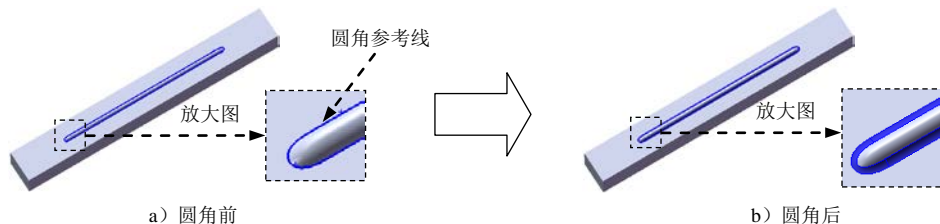
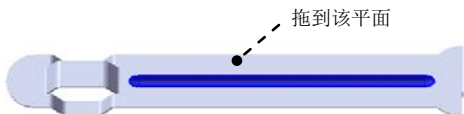

图 15.3.23 圆角 1
图 15.3.33 成形特征 3
Step7. 创建图 15.3.23 所示的圆角 1。
- (1) 选择命令。选择下拉菜单 **插入(I)** → **特征(F)** → **圆角(R)...** 命令（或单击 按钮），系统弹出“圆角”对话框。
- (2) 定义圆角类型。采用系统默认的圆角类型。
Step6. 创建图 15.3.33 所示的成形特征 3。
- (1) 单击任务窗格中的“设计库”按钮 , 打开“设计库”对话框。
- (2) 单击“设计库”对话框中的  ch15 节点, 在设计库下部的列表框中选择“barrette_shaped_tool_04”文件并拖动到图 15.3.23 所示的平面, 在弹出的“成形工具特征”对话框中单击  按钮。